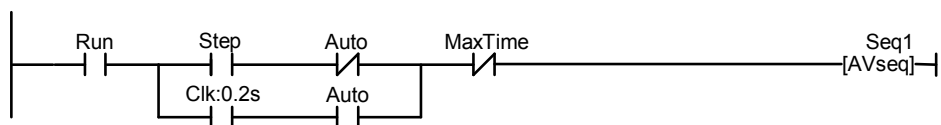

図3.5 [Circuit #2]
20. ここでは既に、ご説明した通り、図 3.5 の回路[Circuit #2]の“Run”，“Step”，“Auto”，“MaxTime”の4個のシリアル接続の要素を難無く作成できることと思います。回路[Circuit #2]の右端のコイルの記号“--[AVseq]”は回路[Circuit #1]とは異なっていることにご注意してください。この角括弧“[]”は通常のコイルとは区別された特殊機能を持ったコイルです。この要素を選択するには再び<Ins>キーを押して要素記号[Ins Element]メニューの“9：--[FUNC]”を選択すると、特殊機能[Select a Function]メニューが図 3.6 のようにポップアップします。